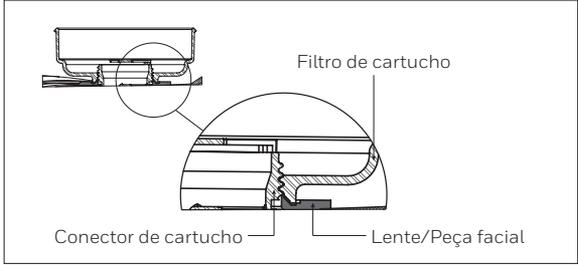

Figura 5
- c. Não aperte demais, pois isso pode rachar os conectores dos cartuchos. (Figura 5).